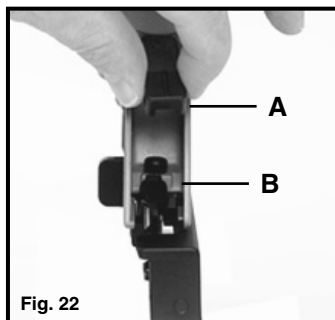

Fig. 22
Cet outil est muni d'un patin de nez en caoutchouc (A), Fig. 22, qui évite que la sécurité en métal abîme les surfaces de finition lors du fonctionnement normal. Le patin de nez peut être retiré et rangé à l'arrière du chargeur (B), Fig. 22, quand il n'est pas utilisé.